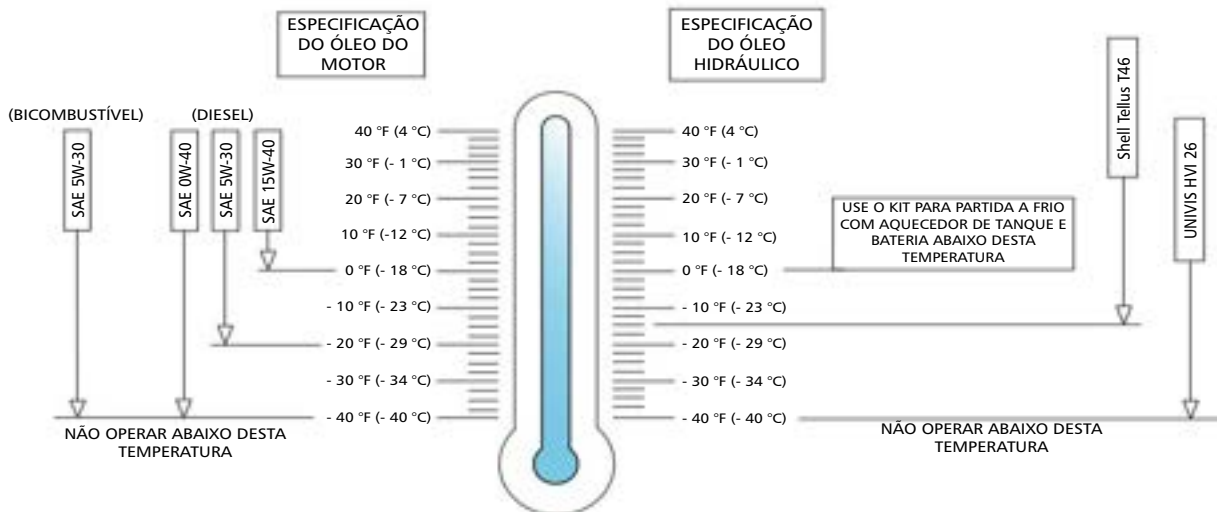

Figura 24 Tabela de operação em clima frio
- Consulte a tabela de operação em clima frio (Figura 24) para assistência na operação da plataforma aérea em condições de clima frio.